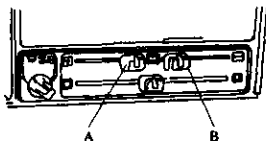

图 5-24 气流分布拨杆的位置
- 1) 移动气流分布拨杆 A、B 到图 5-24 所示的位置。